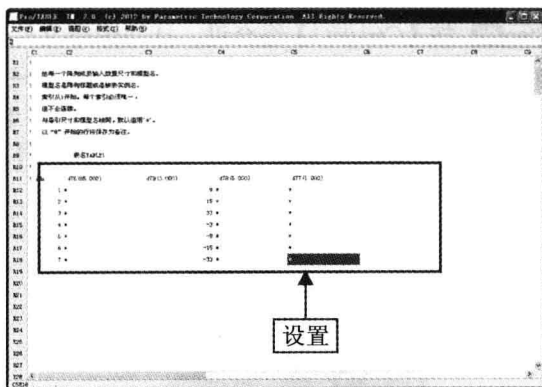

图 7-50 设置参数
Step 04 弹出“表编辑器窗口”对话框，为每个尺寸添加一行，设置各参数，如图 7-50 所示。